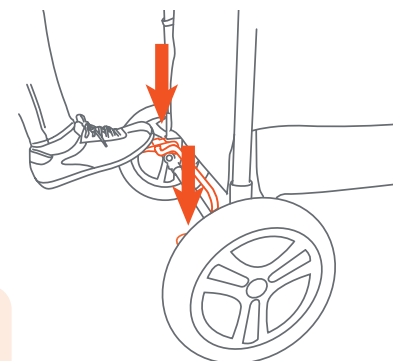

Fig. 15
- 15)** To engage brakes, apply light downward pressure to the brake levers located on each rear wheel. The stroller may require slight forward or rearward movement in order to line up the teeth on the brake with each wheel brake cluster (Fig. 15).
- Para aplicar los frenos, ejerza una ligera presión hacia abajo a la palanca del freno situada en cada rueda trasera. El vagón podría requerir un leve movimiento hacia delante o hacia atrás para alinear los dientes del freno con el piñón del freno de cada rueda (Fig. 15).